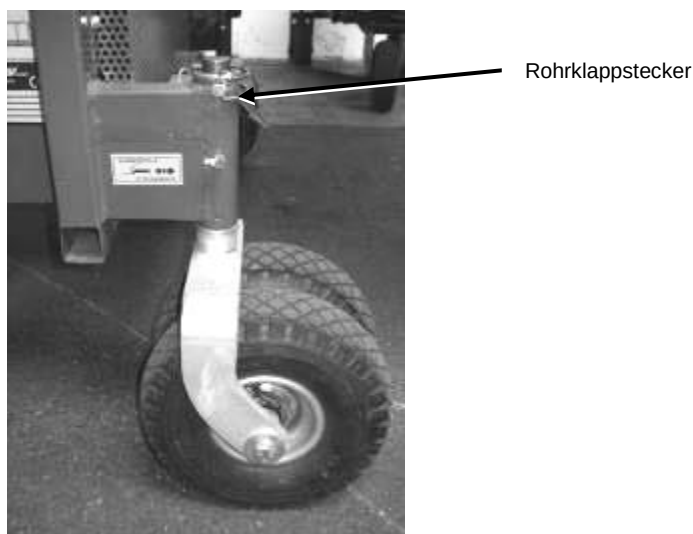

Bild 16: Schwenkrad
1. Drehen Sie die Schwenkräder nach hinten und sichern Sie diese mit den zugehörigen Rohrklappsteckern (siehe Bild 16).